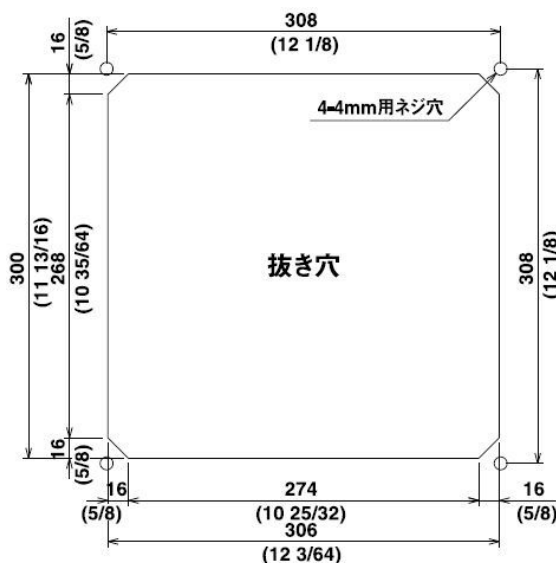

図 5.5 フラッシュマウント取り付け穴加工図
- (1) 設置場所に角穴をあけます。(図 5.5 参照)
- (2) 表示機本体を取付架台に固定しているノブボルトを反時計方向にまわして緩め、本体を上方に抜きます。取付架台とノブボルトは使用しません。
- (3) 表示機前枠の四隅にあるプラスチック製のコーナーキャップを外します。(上に引き抜くと簡単に外れます)
- (4) 本体と角穴が合うか、ハメ合わせを確認します。不具合ならば角穴を修正します。
- (5) 電源用と送受波器用のコネクタを、それぞれ本体に接続します。
- (6) 表示機を設置する場所(角穴)にはめ込み、4mm のタッピングネジ(または M4 なべ小ネジ) 4 本で固定します。(4mm ネジは取り付け部の厚さに応じたネジを手配してください。)
- (7) (3)項で外したコーナーキャップを取り付けます。